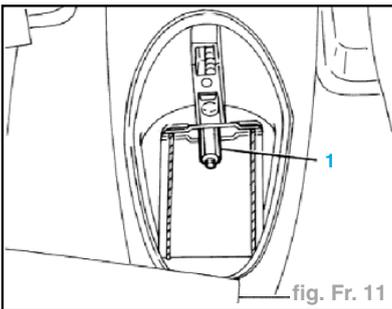

fig. Fr. 11
- Desserrer l'écrou de réglage du câble de frein de parking (1) (fig. Fr. 11).